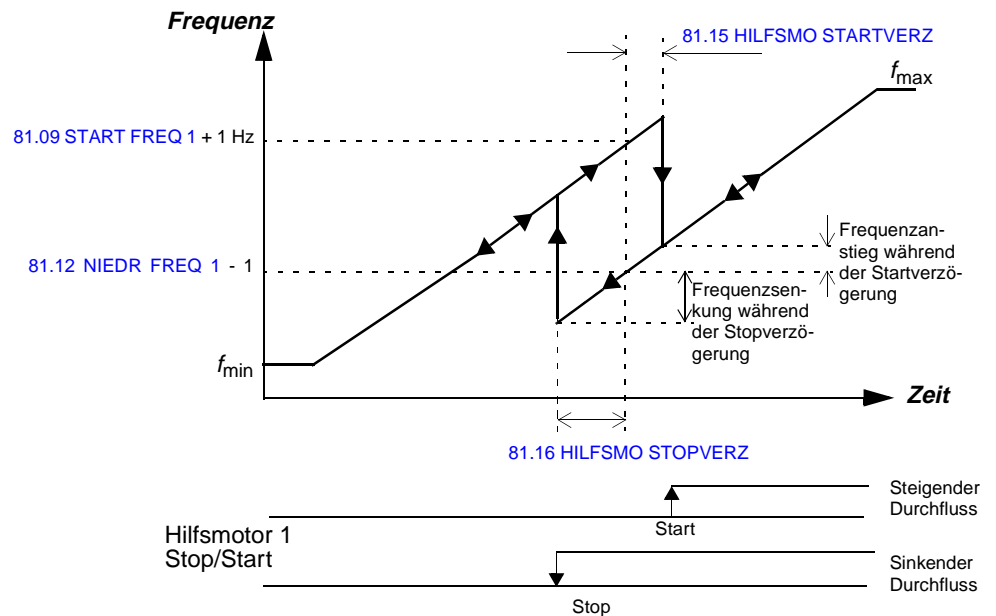

Abbildung 6-21 Startfrequenz, Niederfrequenz, Startverzögerung und Stopverzögerung.
Dieser Parameter legt eine Frequenzgrenze (siehe Abbildung 6-21) fest.
81.11 START FREQ 3 Dieser Parameter legt eine Frequenzgrenze fest (siehe Abbildung 6-21).
81.12 NIEDR FREQ 1 Dieser Parameter legt eine Frequenzgrenze (siehe Abbildung 6-21) fest.
81.13 NIEDR FREQ 2 Dieser Parameter legt eine Frequenzgrenze (siehe Abbildung 6-21) fest.
81.14 NIEDR FREQ 3 Dieser Parameter legt eine Frequenzgrenze (siehe Abbildung 6-21) fest.
81.15 HILFSMO STARTVERZ Mit diesem Parameter wird die Startverzögerung für die Hilfsmotoren eingestellt. Näheres hierzu siehe Abbildung 6-21.